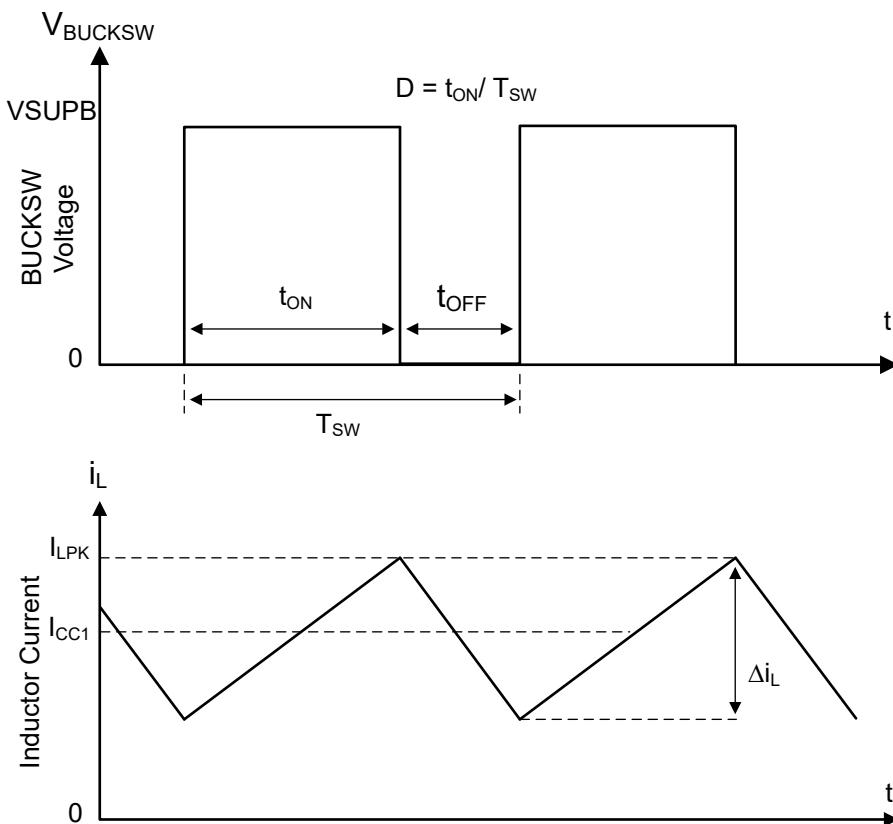

図 8-5. 連続電流モード (CCM) のスイッチングノードの波形
TCAN245x-Q1 に統合された降圧レギュレータは、ハイサイドスイッチ (HS) とローサイドスイッチ (LS) を内蔵した同期式ステップダウン型の降圧コンバータです。レギュレータは、制御されたデューティサイクルでハイサイドおよびローサイドの NMOS スイッチをオンにすることにより、出力電圧の安定化を実現します。図 8-5 を参照してください。ハイサイドスイッチのオン期間中、**BUCKSW** ピンの電圧はおよそ  $VSUPB$  まで振れ、インダクタ電流  $i_L$  は  $(VSUPB - VCC1)/L$  の直線的な傾きで増加します。ハイサイドスイッチが制御ロジックによってオフにされると、貫通電流を防止するためのデッドタイム ( $t_D$ ) の後でローサイドスイッチがオンになります。インダクタ電流は、ローサイドスイッチを通して  $-VCC1/L$  の割合で放電されます。降圧コンバータの制御パラメータはデューティサイクル  $D = t_{ON}/T_{SW}$  と定義されます。ここで  $t_{ON}$  はハイサイドスイッチのオン時間、 $T_{SW}$  はスイッチング周期です。コンバータ制御ループは、デューティサイクル  $D$  を調整することにより、出力電圧を一定に維持します。損失を無視できるような降圧コンバータでは、次の式のように、 $D$  は出力電圧に比例し、入力電圧に反比例します： $D = VCC1/VSUPB$ 。